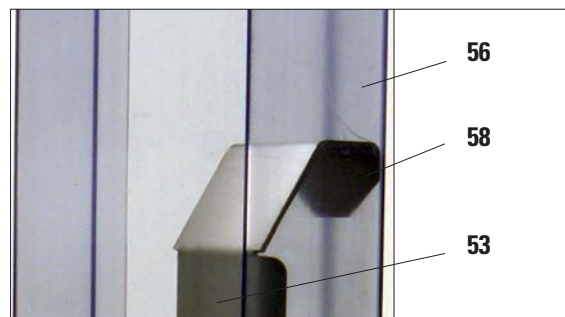

図 29
角度の付いている部分 (58) がマガジン (54、図 29) の背面パネル (56) に接触するように、メタルストリップ (53) を挿入します。